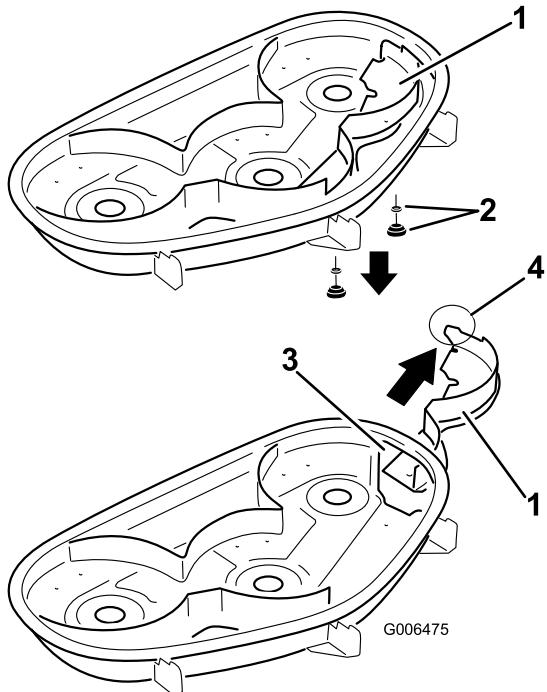

Figura 25
5. Retire el deflector derecho y baje el deflector de hierba sobre el orificio de descarga, según se muestra en Figura 25 y Figura 24.
- Pase el deflector derecho por el orificio de descarga y fíjelo con 2 pomos y arandelas curvas (cara ahuecada hacia el cortacésped) según se muestra en Figura 24 y Figura 25.